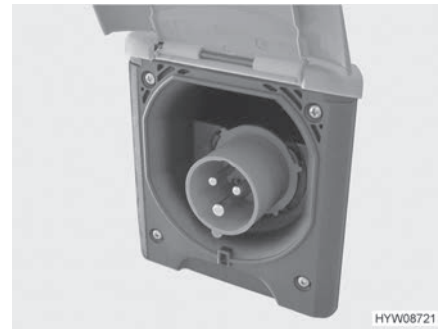

Fig. 156 Conexión de 230 V en el vehículo (caja de enchufe CEE)
- Abrir la cubierta de la conexión de 230 V en el vehículo (Fig. 156) y enchufar el conector enchufable. Prestar atención a que la saliente de retención de la tapa con resorte esté engatillada.